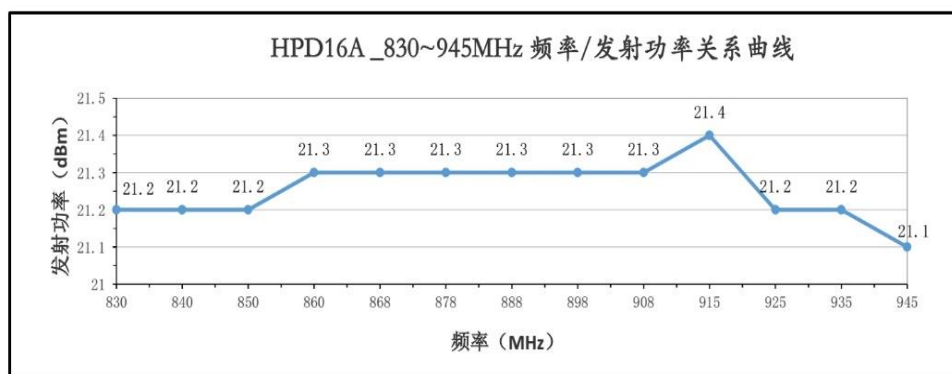

图 4
- 【2】、图 4 表达了在 400~520MHz , 840~945MHz 整个频段内, 发射功率的变化曲线, 在 868/915MHz ISM 频段内具有相同功率;